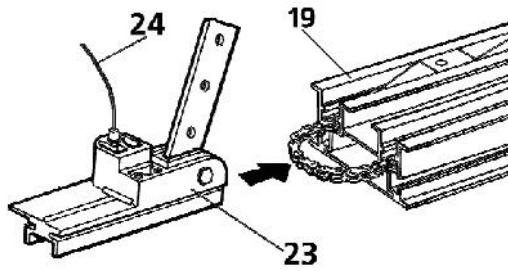

Рисунок 7
5. Вставить ползун (23) в рейку (19) (**рис.7**);